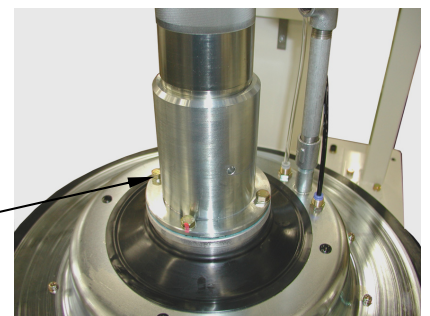

Fig.7.3
- 3) インダクタープレートは、取付けボルト（M8×4か所）を緩めて、取り外してください。（Fig.7.3）